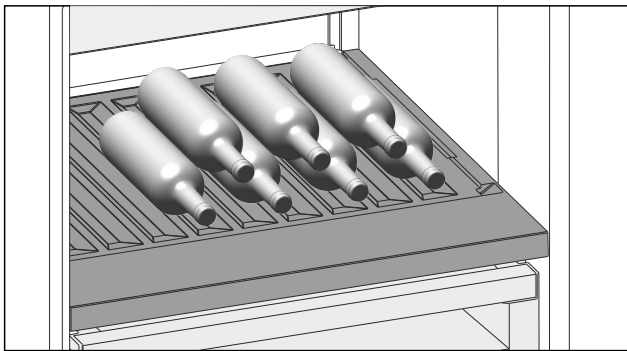

Fig. 148 Ілюстративне зображення
- Помістіть пляшки дном у напрямку до задньої стінки. (див. Fig. 148)